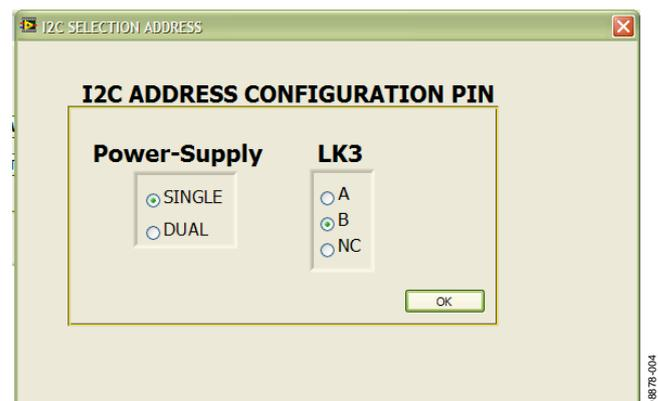

図 4.I2C SELECTION ADDRESS ウィンドウ
4. EVAL-AD5272SDZの場合、さらにポップアップ・ウィンドウ **I²C SELECTION ADDRESS**が表示されます。I²CアドレスはLK3 で選択します(図 4 参照)。